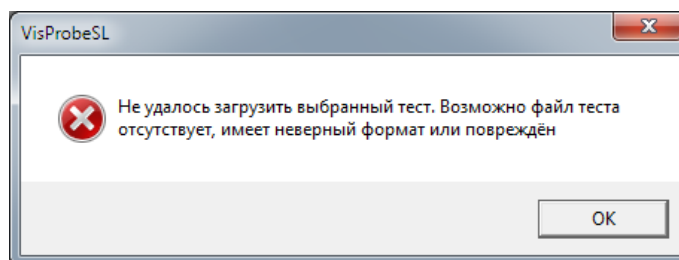

Рис. 50 Пример сообщения об ошибке при открытии теста
- критические (см. Рис. 50) – при возникновении критической ошибки открытие теста не происходит;